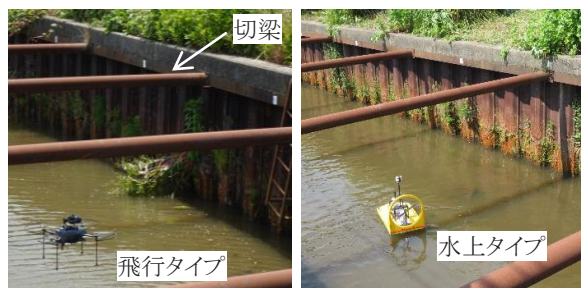

図3 鋼矢板画像取得方法の例
- 画像取得効率化のためにドローンで撮影します。切梁の有無など、水路の条件によって飛行タイプや水上タイプを使い分けます(図3)。